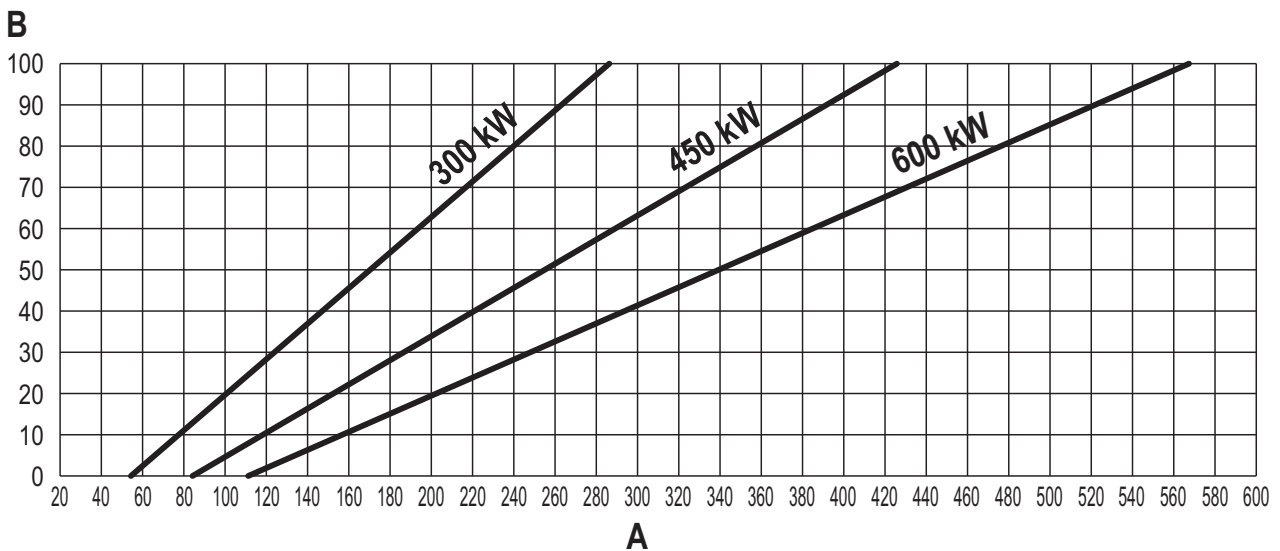

рис. 84
- Используйте **контекстные клавиши 1 и 2** для увеличения или уменьшения теплопроизводительности (минимальная = 00, максимальная = 100). См. диаграмму “Регулировка теплопроизводительности” (рис. 84).